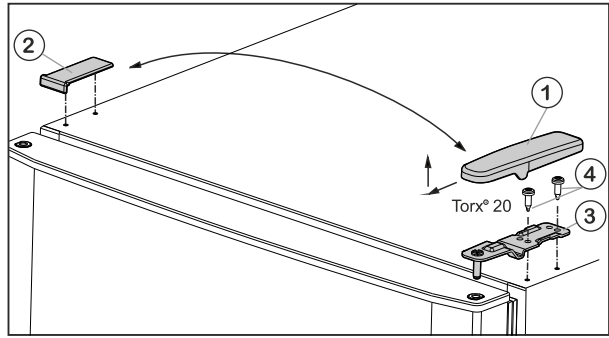

Fig. 5
- ▶ Відведіть кришку Fig. 5 (1) вперед і вгору.
- ▶ Зніміть кришку Fig. 5 (2).
- ▶ Викрутіть верхній опорний кронштейн Fig. 5 (3) (2 шт. Torx® 20) Fig. 5 (4) і відведіть вгору.
- ▶ Встановіть верхній опорний кронштейн Fig. 5 (3) у дверцята на новий бік шарніра.
- ▶ Прикрутіть верхній опорний кронштейн (**з моментом 4 Нм**) гвинтами (2 шт. Torx® 20) Fig. 5 (4). У разі необхідності скористайтеся акумуляторним гвинтокрутом.
- ▶ Встановіть і зафіксуйте кришку Fig. 5 (1) з протилежного боку ззовні.
- ▶ Також встановіть згори і зафіксуйте кришку Fig. 5 (2) з протилежного боку.